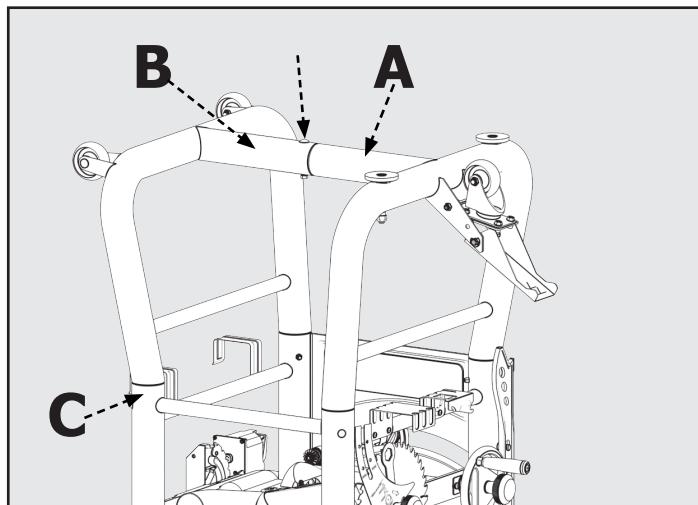

FIGURA 1
1. Conecte las dos patas tubulares insertando el extremo de la pata izquierda (A) en el extremo de la pata derecha (B) como se muestra en la Figura 1. Sujétela con un perno hexagonal de perno de cabeza redonda M8 x 70 mm y una tuerca autoblocante y apriete manualmente.
2. Inserte los cuatro extremos abiertos de las patas tubulares en los collares de la pata (C) como se muestra. Sujete cada pata con un perno de M6 x 72 mm y una tuerca.